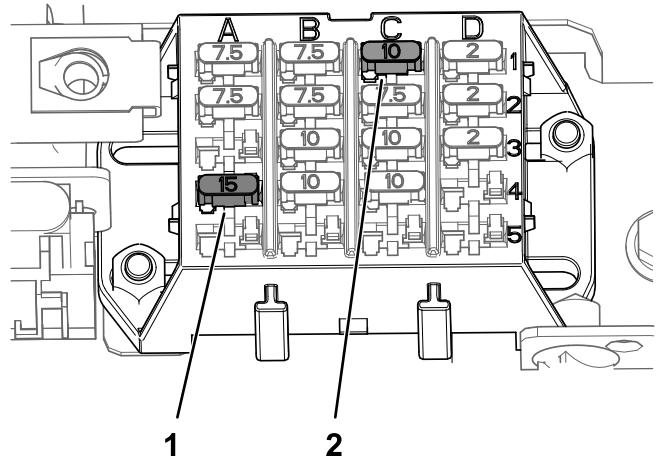

Figure 42
2. Insérez le fusible (15 A) dans l'emplacement de la colonne A, rangée 4 du porte-fusibles, comme montré à la Figure 42.
3. Retirez le fusible (7,5 A) de l'emplacement de la colonne C, rangée 1 et insérez le fusible (10 A) dans cet emplacement, comme montré à la Figure 42.